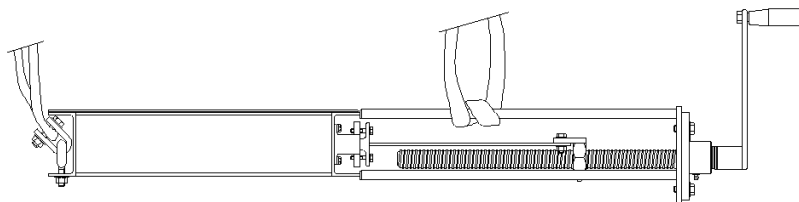

Bild 3. Lyftprincip
- Vid lyft använd t.ex. gaffeltruck, lyftbord eller lyftstroppar, se bild 3.